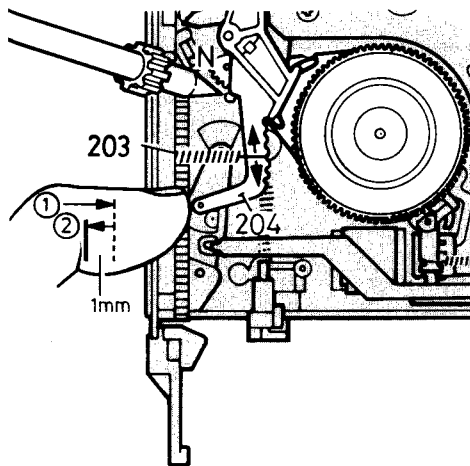

Bild 2-7
2.6 Einstellung der statischen Position der mechanischen Bandzugsregelung Bild 2-7
- Dadurch dass das Schwungrad des Kombimotors nach rechts gedreht wird, wird der Abwickelteller links herum drehen. ① Wenn der Bandzugshebel Pos. 204 nun zu dem Wickelteller hin gedrückt wird (Bild 2-7), wird der Wickelteller stoppen. Eine leichte rutschende Bewegung ist zulässig. ② Wenn der Bandzugshebel 1 mm nach links bewegt wird, muss der Wickelteller wieder frei drehen.
- Dadurch daß mit dem Hilfswerkzeug Zahnrad N (Bild 2-7) eingestellt wird, muß vorgenannte Lage erreicht werden.
- Die Stellung an welcher die Feder Pos. 203 eingehängt ist (Bild 2.7) dahin ändern, dass der Phasensprung (Phasensprung) des weissen Balkens unten im Bild weniger als 8 μ s ist. Der Phasensprung von 8 μ s entspricht der Breite eines Farbbalkens.